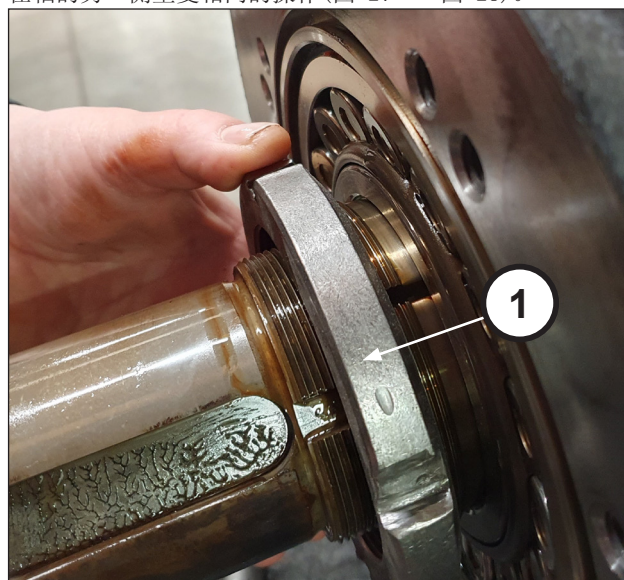
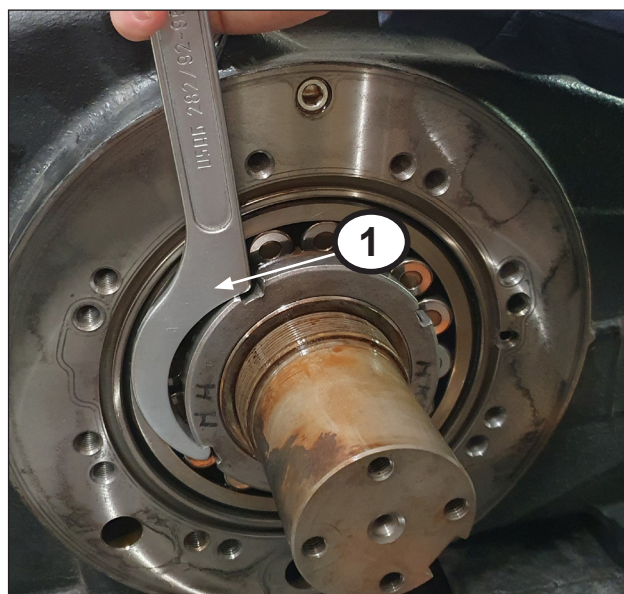

图 25
图 26
在压力衬套上拧紧 SKF KM 16 型环形螺母(位置 ①，图 25)，然后利用专用扳手拧松衬套(位置 ①，图 26)而不将之取出。